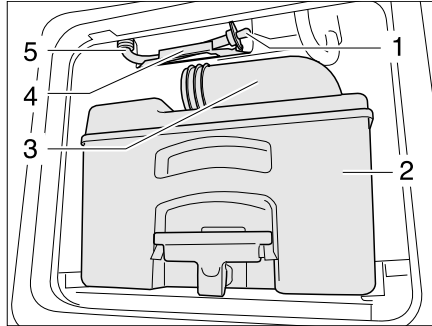

Fig. 379 Tuyau d'écoulement réservoir d'eau toilettes
- Vider la cassette (Fig. 379,2) dans une station d'évacuation autorisée et la nettoyer.
- Laisser la tubulure d'évacuation (Fig. 379,3) ouverte.
- Retirer le tuyau d'écoulement (Fig. 379,5) de son support (Fig. 379,4).
- Retirer le bouchon d'écoulement (Fig. 379,1) et laisser s'écouler le reste d'eau.